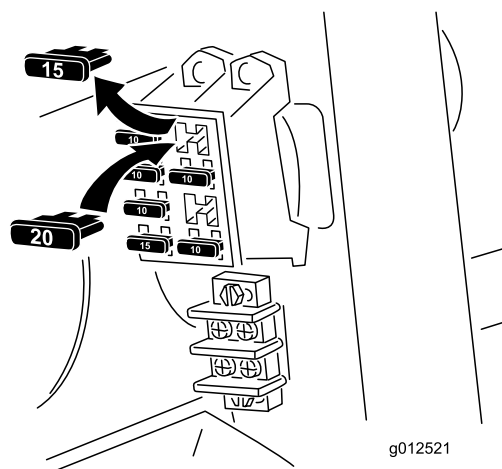

Рисунок 3
12. Извлеките предохранитель на 15 А цепи фары из блока предохранителей и замените его предохранителем на 20 А (Рисунок 3).